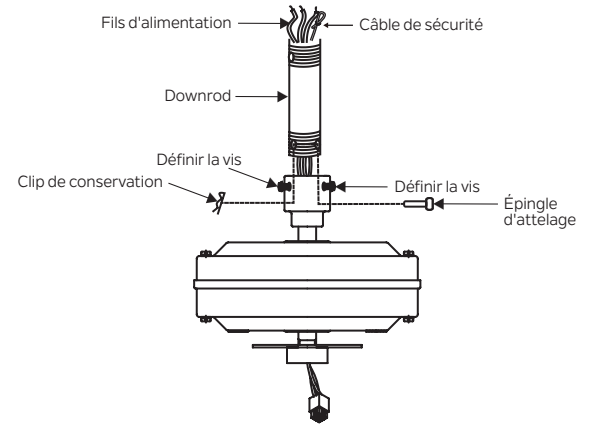

Fig. 8
Étape 6. Desserrer les deux vis ensemble et enlever la goupille d'attelage et le clip de retenue de l'accouplement sur le dessus de l'assemblage moteur. (Fig. 8)
Ensuite, remplacez la goupille d'attelage et le clip de retenue. Serrer les deux vis de ensemble. (Fig. 8)